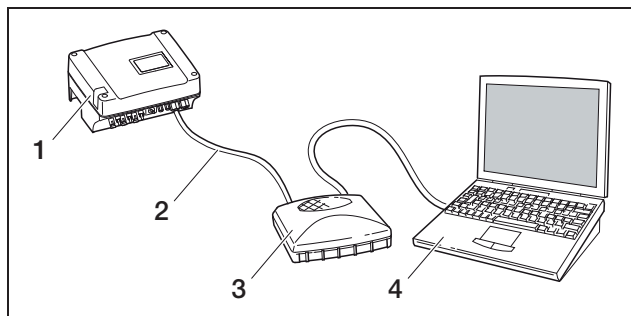

Figura 24: Collegamento dell'inverter e del computer con cavi Ethernet e switch
- a) attraverso la rete locale (switch e cavo Ethernet, vedere figura 24) oppure